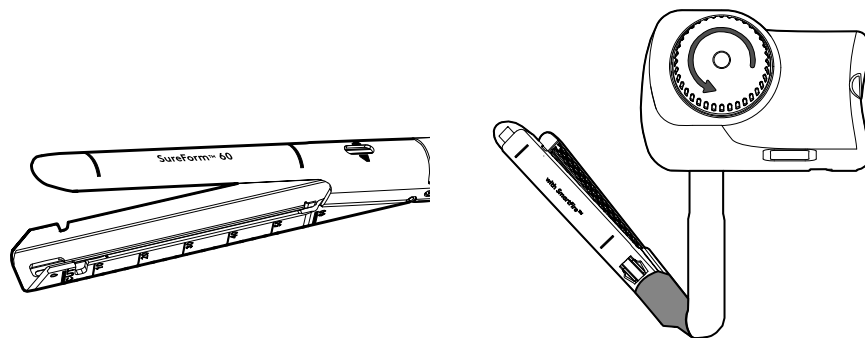

Figura 2.1 Abra as mandíbulas usando o Botão de Liberação Manual
1. Antes de instalar uma recarga, verifique se as mandíbulas do grampeador estão totalmente abertas. Se as mandíbulas estiverem fechadas, gire suavemente o Botão de Liberação Manual no sentido anti-horário até que as mandíbulas estejam completamente abertas (Figura 2.1).